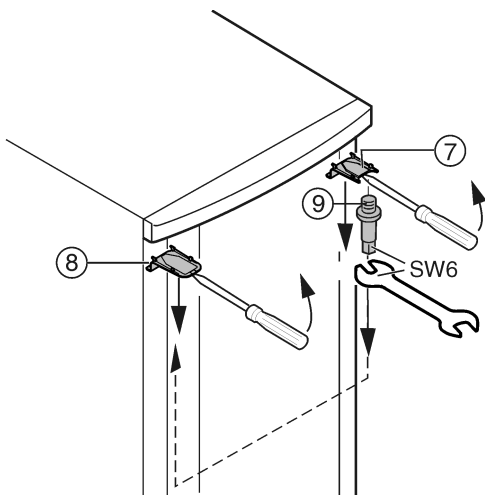

Fig. 7
- ▶ Откачете капака Fig. 7 (7) и капака Fig. 7 (8) с помощта на отвертка го свалете косо надолу.
- ▶ Развийте лагерните болтове Fig. 7 (9) и ги завинтете **здрово (с 4 Nm)** от другата страна.
- ▶ Монтиране отново на капака Fig. 7 (7) от страната на лагерния болт: бутнете го назад и го контрирайте.
- ▶ Монтирайте капака Fig. 7 (8) от другата страна: бутнете го назад и го контрирайте.
- ▶ Закачете вратата горе в лагерните болтове Fig. 7 (9).